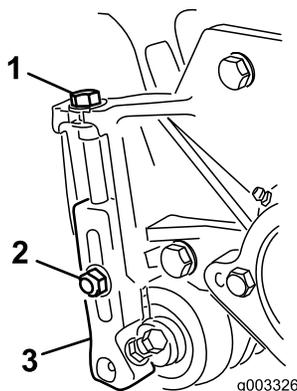

Figura 16
1. Allentate i dadi di bloccaggio che fissano le staffe di regolazione dell'altezza di taglio sulle piastre laterali dell'apparato di taglio (Figura 16).